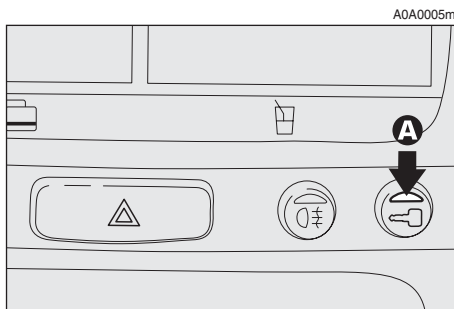

fig. 144
**LED DE DISUASIÓN** (fig. 144)